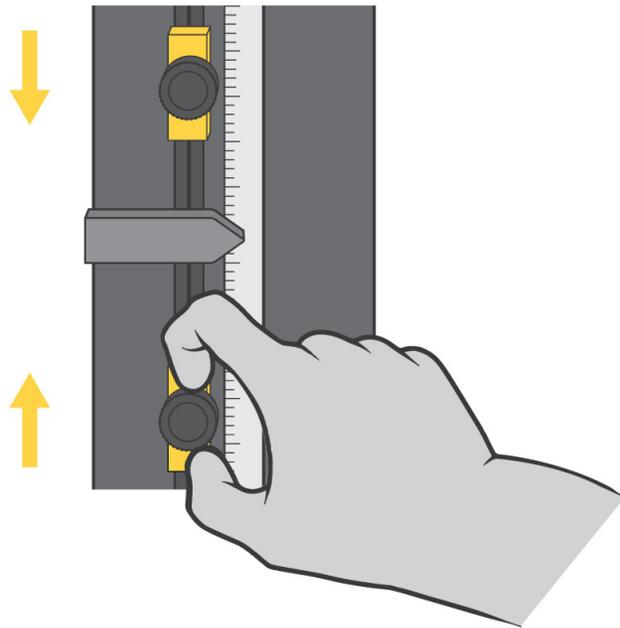

図17. リミットストップの設定
クロスヘッドのリミットストップは、93 ページの図 17 に示すように、試験機のコラム内にあるリミットスイッチ ロッドに取り付けられている調整可能な 2 つのブロックです。リミットストップ (1 および 2) には手で締めたり緩めたりするちょうねじが付いており、リミット ロッド上の任意の位置に移動することができます。クロスヘッドオーバートラベルを防ぐには、試験パラメータを少し越えた所にこれらのストップを位置決めしてください。クロスヘッドが最大プリセットトラベルに達すると、リミットスイッチアクチュエータ (3) がこれらのストップの 1 つと接触します。リミットアクチュエータとリミットストップ間の接触によりリミットスイッチ ロッド (4) が移動し、リミットスイッチが作動します。これによりクロスヘッド動作は停止します。